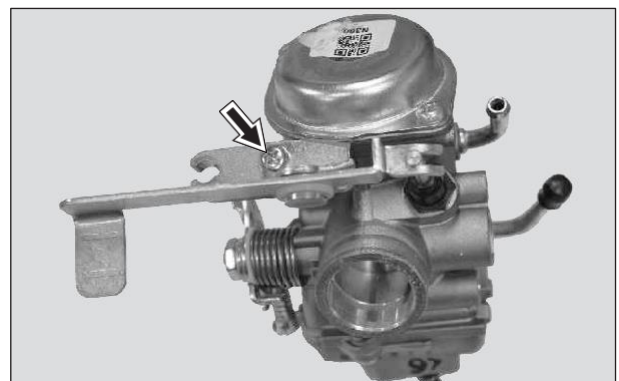

Fig.4.11
- Retire el tornillo junto con la arandela de la palanca del Choke. (Fig. 4.11)